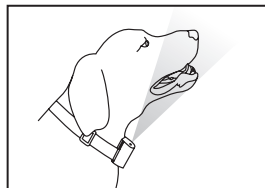

Abb. 5
2. Legen Sie Ihrem stehenden Hund das Halsband so um, dass die Sprühhöpfung senkrecht zur Nase zeigt (Abb. 5) und stellen Sie die passende Größe ein.